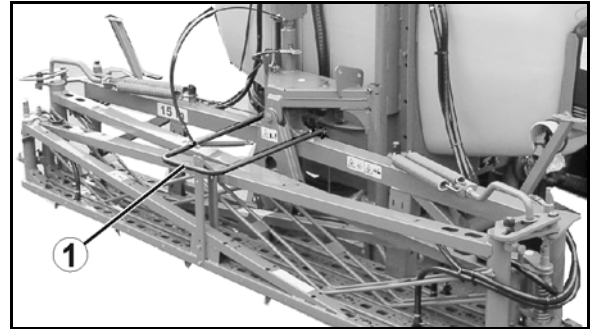

Bild 9
- Transportspärr (Bild 9/1) på **Q-plus**-sprutrampen som hindrar att den fälls ut oavsiktligt